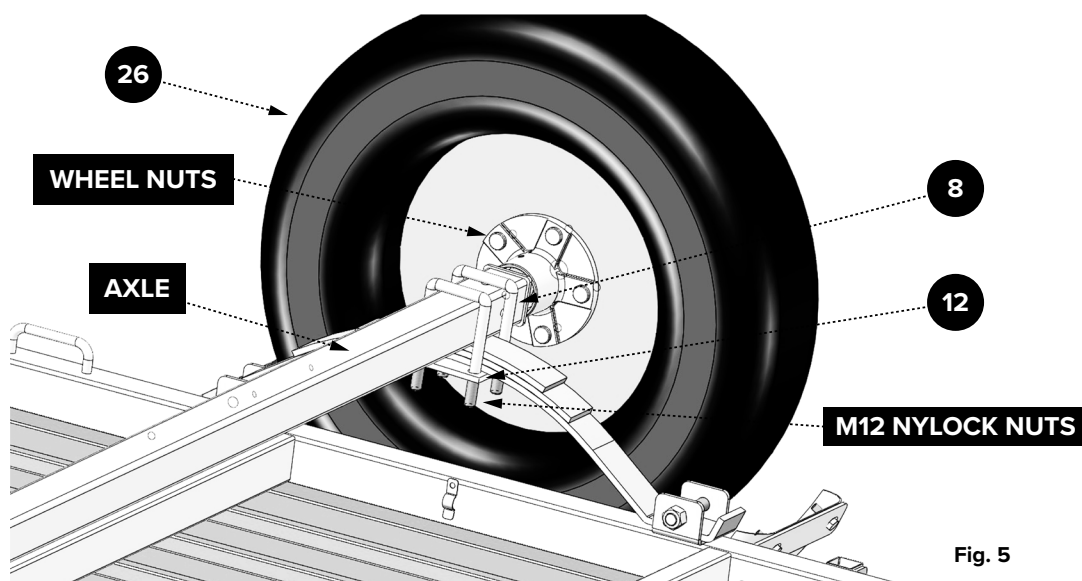

Fig. 5
2. Montez l'essieu sur les ressorts à 3 lames (11) à l'aide des boulons en U (8), des plaques de ressort à lames (12) et des écrous nylock M12 pour fixer les plaques aux boulons en U (Fig.5).
REMARQUE: *Insérez le point surélevé du ressort dans le côté concave de l'essieu. Assurez-vous que l'essieu est dans la bonne position. Voir la Fig. 5 pour une vue rapprochée de la roue.*